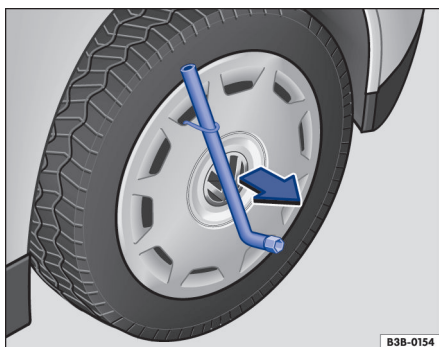

Fig. 204 Retirar a calota integral.
- Passar a chave de roda pelo gancho extrator → Fig. 204 e puxar a calota para fora no sentido da seta.